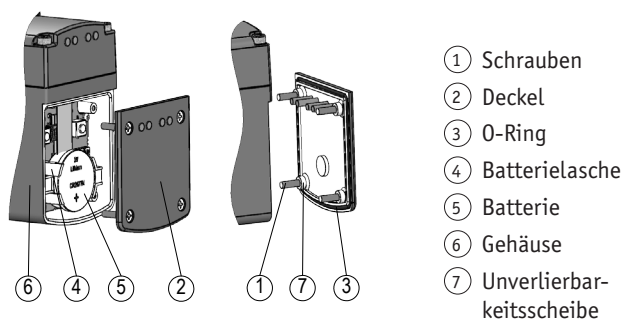

Abb. 14: Batteriewechsel
Der Stellantrieb verfügt über mehrere LEDs, die den Status des Antriebes und des Ethernet-Moduls anzeigen. Die Bedienelemente befinden sich unterhalb des Deckels (**Abb. 13**, **Abb. 14**).
- ▶ Schrauben ① gleichmäßig anziehen bis der Deckel ② vollständig auf Anschlag mit dem Gehäuse ⑥ ist (**Abb. 14**).
- ▶ Auf korrekten Sitz der O-Ringes ③ achten.
Demontage (**Abb. 14**):
Montage (**Abb. 14**):